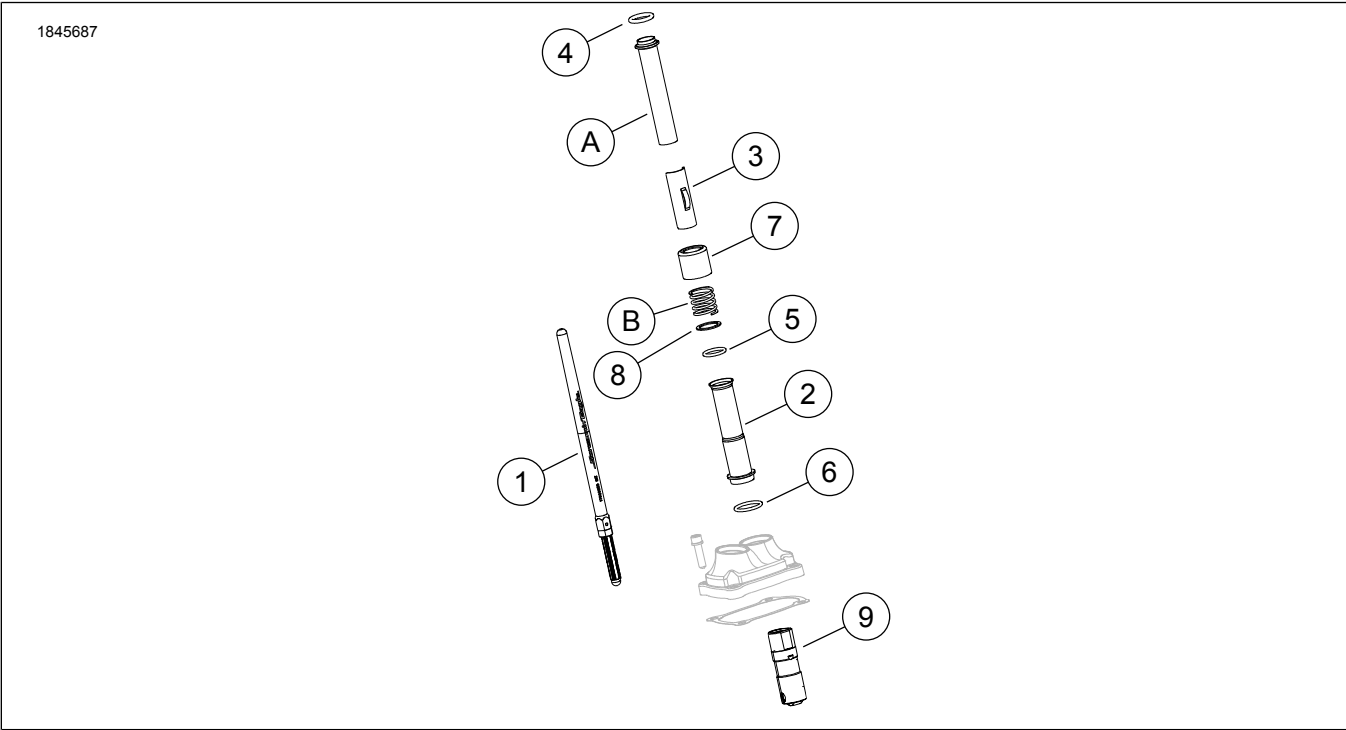
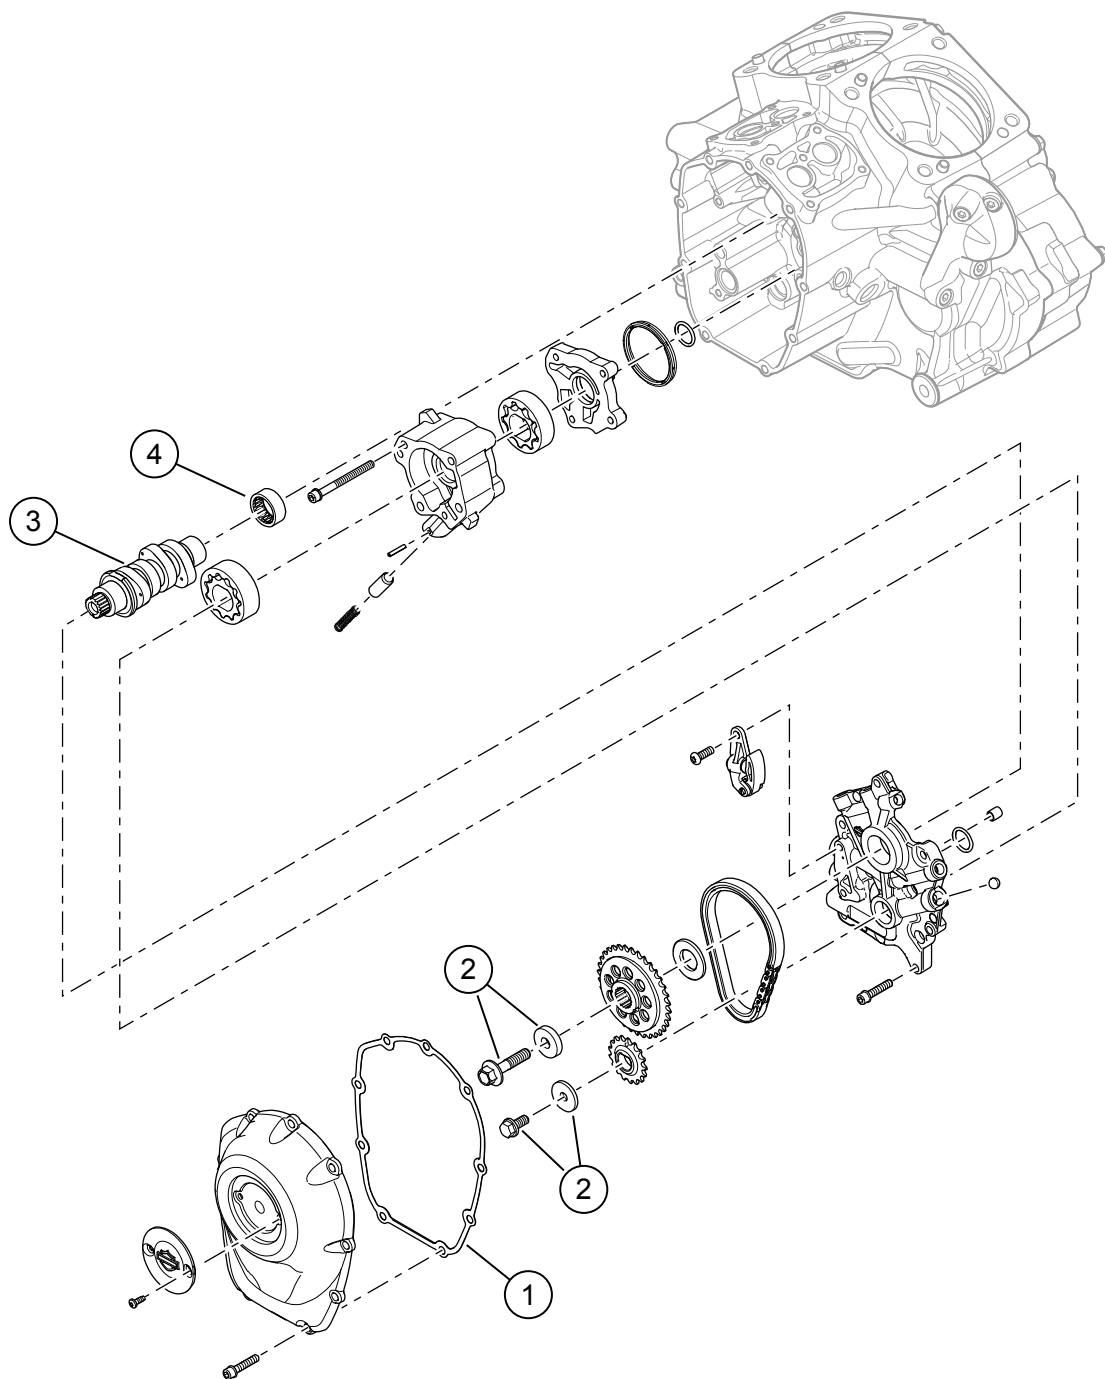

Figura 1. Conținut kit: Kit Screamin' Eagle Milwaukee-eight Etapa 2
Figura 2. Conținut kit: Kit Screamin' Eagle Milwaukee-eight Etapa 2
Consultați Figura 1 și Figura 2 .
1. A se vedea figura 2. Montați pompa de ulei. Consultați manualul de service.